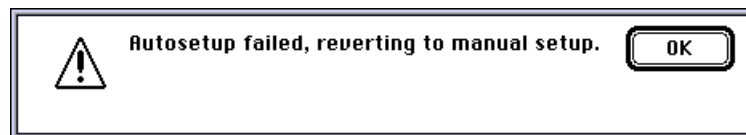

Fig. 3.5 Messaggio di installazione automatica fallita
5. Chiudere la finestra Chooser in modo da ultimare il setup del PPD a meno che non appaia la seguente finestra (fig. 3.5). Se appare questa finestra, continuare fino al passaggio 6.